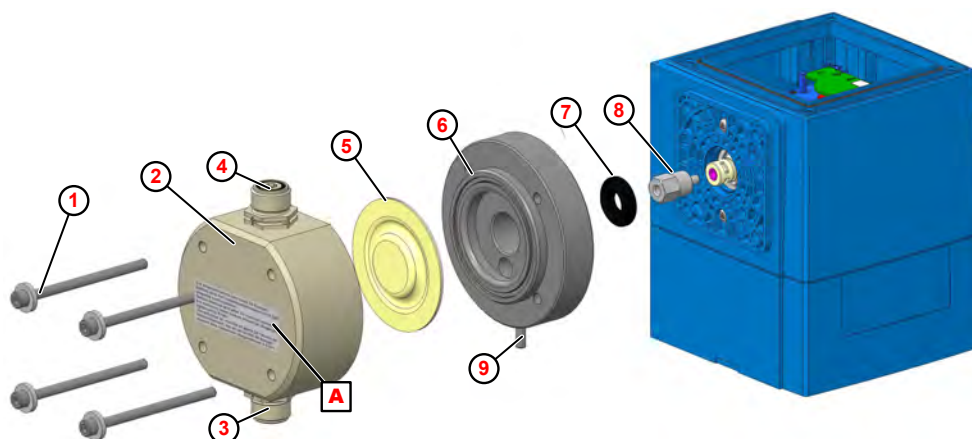

Fig. 103: Sostituzione di testa pompa, membrana e membrana protettiva
1. ➤ Svitare la valvola di aspirazione e di mandata (Fig. 103 , ③ e ④).
2. ➤ Allentare e togliere le viti della pompa testa ① .
3. ➤ Togliere la testa pompa ② .
4. ➤ Svitare la membrana ⑤ .
5. ➤ Rimuovere la piastra intermedia ⑥
6. ➤ Togliere la membrana protettiva ⑦ .
8. ➤ Inserire la piastra intermedia in modo tale che l'elemento di uscita membrana ⑨ sia rivolto verso il basso.